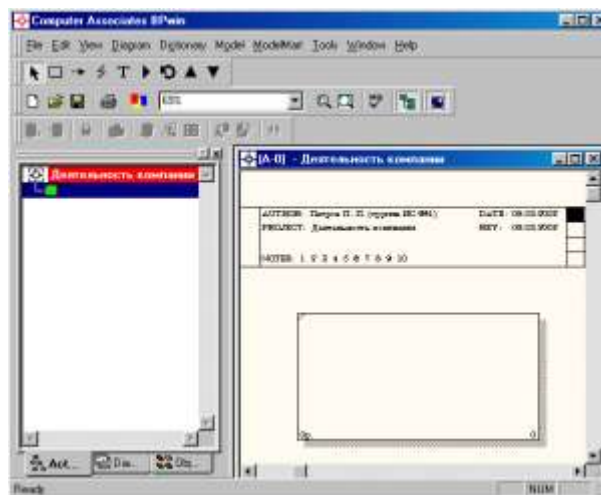

Рисунок 4 – Незаполненная контекстная диаграмма
4.4 Автоматически создается незаполненная контекстная диаграмма (рисунок 4).